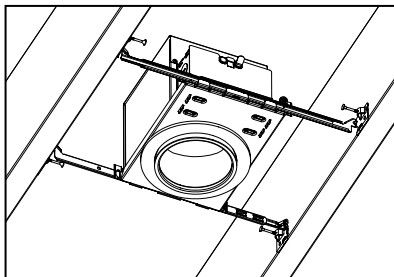
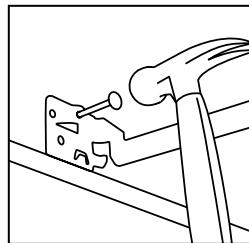

Figure 2
Figure 3
Step 1. Extend bar hangers to fit between joists. Bar hanger foot is contoured to easily align with bottom of joist (Fig. 2). Position fixture by hammering Real-Nails® into joists (Fig. 3).
Paso 1. Extienda los estribos de suspensión para montarlos entre las viguetas. El pie del estribo de suspensión está contorneado para alinearse fácilmente con la parte inferior de la vigueta (Fig. 2). Coloque el artefacto clavando Real-Nails® en las viguetas (Fig. 3).